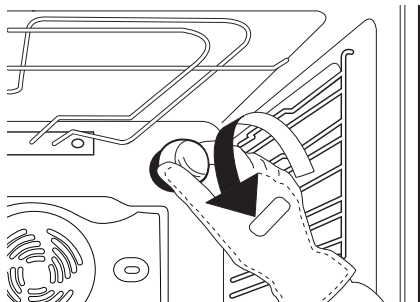

Fig. 5
2. Desaperte a cobertura da lâmpada (Fig. 5), substitua a lâmpada (consulte a nota para ver o tipo de lâmpada) e aparafuse novamente a cobertura da lâmpada.